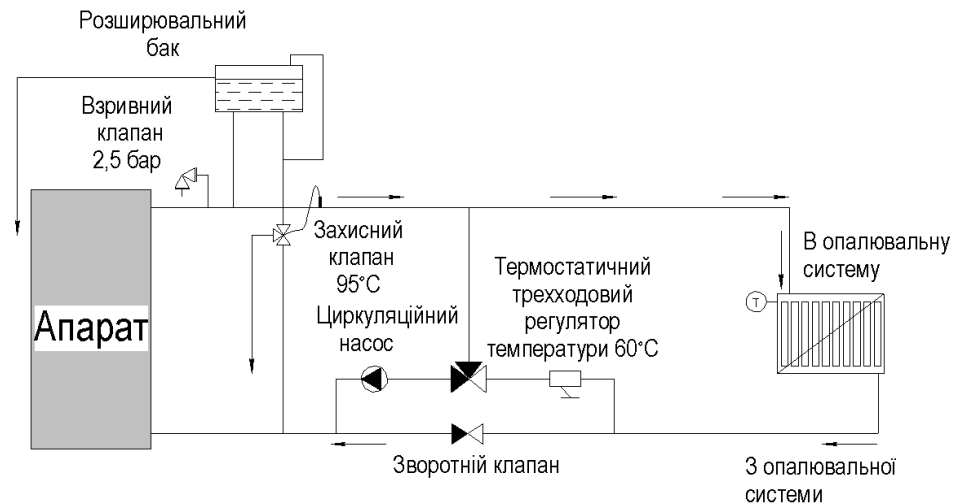
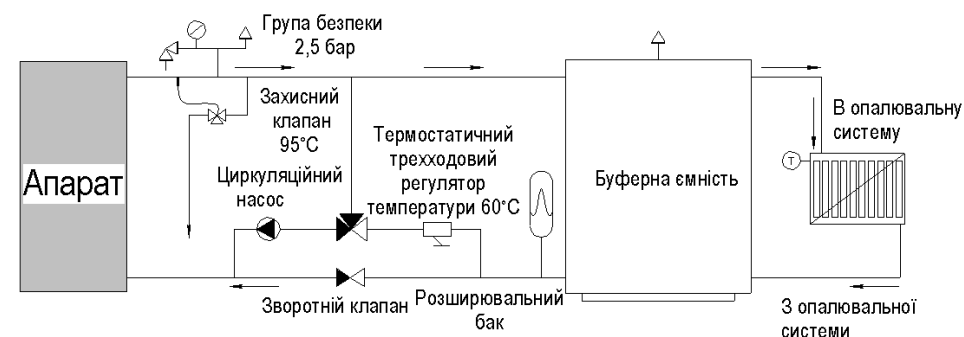

Рис. 4. Рекомендована схема приєднання апарата до відкритої системи опалення
Рис. 5. Рекомендована схема приєднання апарата до закритої системи опалення
УВАГА! При першому розпалі апарата, коли вода в системі не прогріта, можливе природне випадання конденсату в середині апарата. Після прогрівання конденсат зникає. Для зменшення утворення конденсату використовуйте одну із рекомендованих схем підключення апарата до системи опалення (Рис.5 або Рис.6)
- вентилятор, за допомогою чотирьох шайб і болтів, прикріпити до фланця, який знаходиться на задній стінці корпуса див. рис.4
2.2.2.2.6 Схема під'єднання апарата до системи опалення приведена на рис. 4 і рис.5.